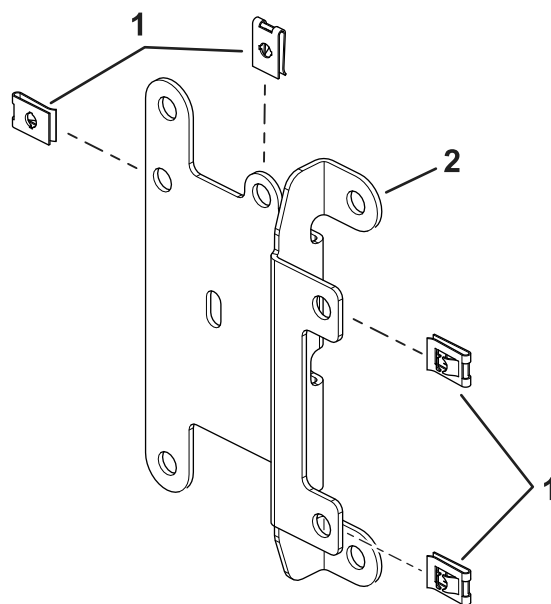

Figur 1
1. Monter de 6 clips og 2 hastighedsmøtrikker på kontaktbeslaget (Figur 1).